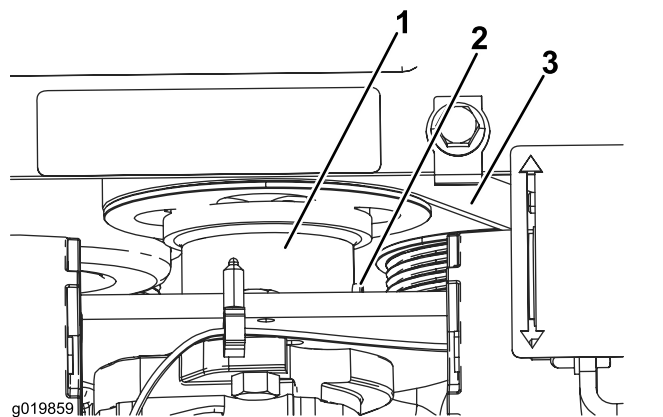

Figura 52
5. Desaperte o parafuso de afinação no acoplador de acionamento da engrenagem bomba (Figura 52).